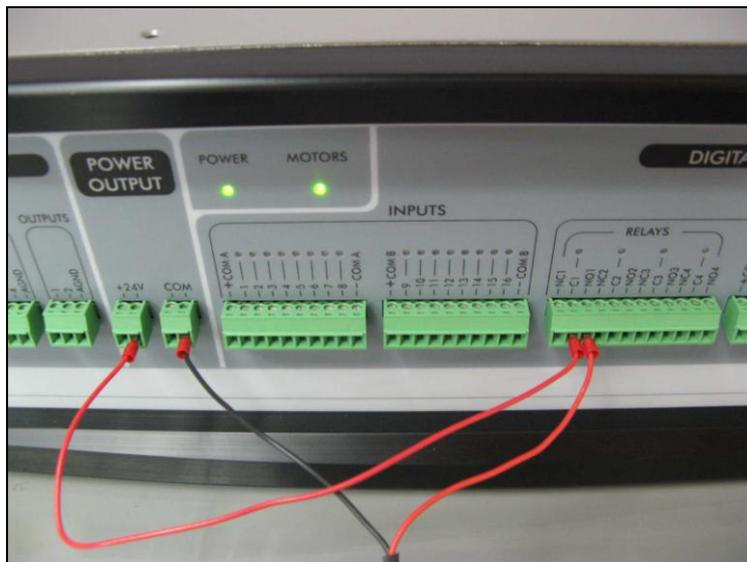

Figura 4-9: Ejemplo de conexión de la pinza
4. Consulte la Figura 4-9.
- Conecte el cable rojo al terminal normalmente abierto (NO) de cualquier salida de relé sin uso.
5. Conecte los 24 VCC (de acuerdo a las especificaciones para su válvula) al terminal común (C) de la misma salida de relé, como se muestra en la figura 4-9.